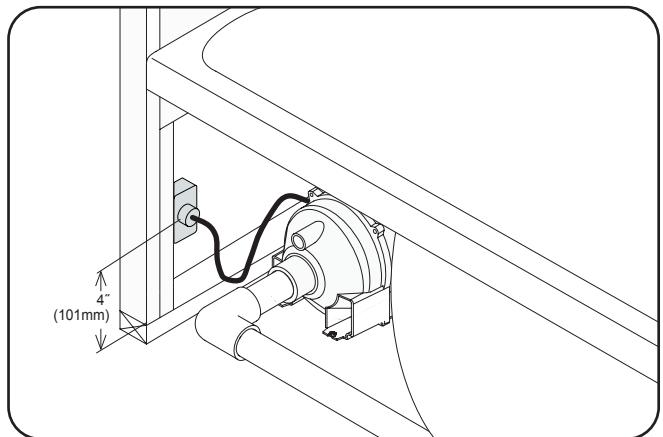

Figura 3
- 1** Para el ventilador, instale una de 120 VAC, 15 Amperios, GFCI dúplex en el poste de la pared debajo de la bañera de 4 " (101 mm) por encima del suelo. La toma de dúplex no se suministra (Figura 3).